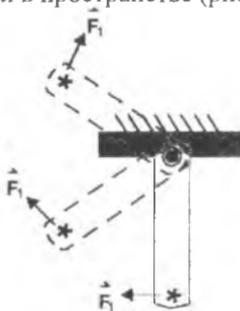

Рис. 36
- **Body fixed** (направление, фиксированное относительно тела). В этом случае линия действия силы остается постоянной относительно системы координат, связанной с телом, к которому приложена сила (рис. 36),